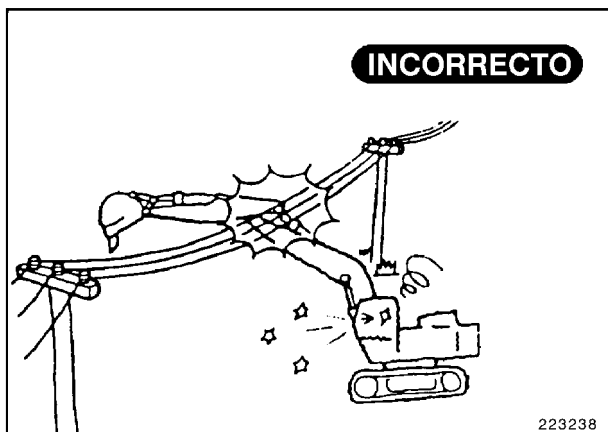

Fig. 11
- El contacto con líneas eléctricas puede provocar graves lesiones o incluso lesiones mortales (Fig. 11).